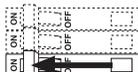

Figure 1
- a. **Pour les luminaires avec habillage :** Tirez sur la bride de l'habillage jusqu'à libérer l'habillage (Figure 1).